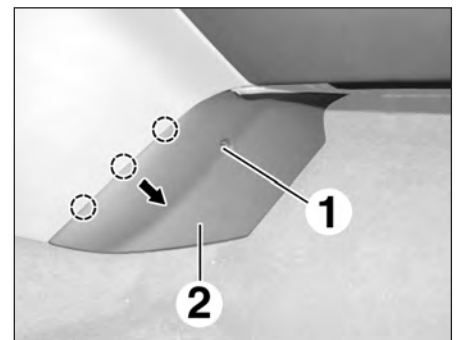

FIG.39
- la vis (1) de la garniture avant droite (2) de la console centrale (Fig.39).
- Dégraffer la garniture (2) aux endroits indiqués suivant la flèche.
- Déposer la garniture (2).